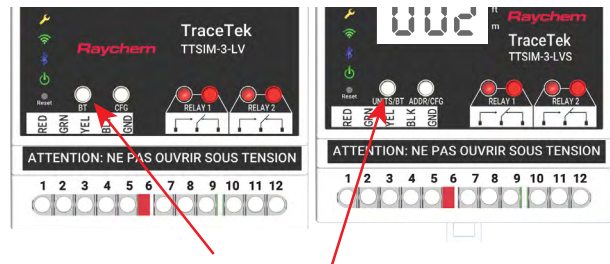

Abbildung 10: Bluetooth-Taste
- Drücken Sie die Bluetooth-Taste am TTSIM-3/4 für 1 Sekunde, um den Kopplungsmodus zu aktivieren, wie in Abbildung 10 dargestellt.